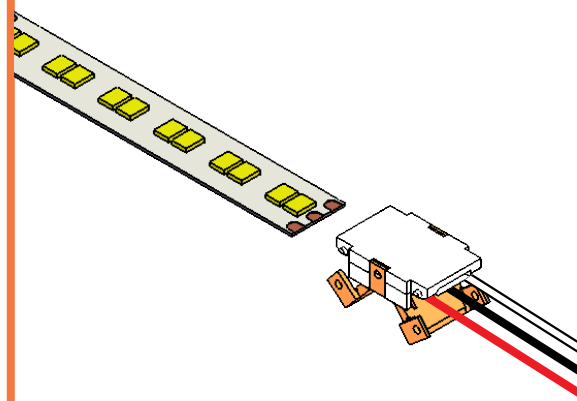

Figura 1
1. Para HFL05: Introduzca el extremo pelado del cable 18 AWG en el extremo del cable del conector, comprobando que quede bien asentado. Haga coincidir la polaridad (rojo [C+], negro [W-], blanco [C-]) con los cables de la cinta (Figura 1).